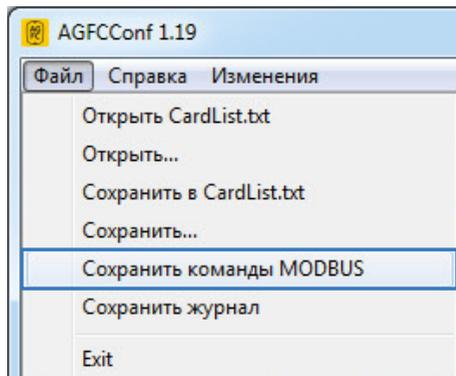

Рис.30. Сохранение команд Modbus.
- выбрать Главное меню – Меню «Файл» – Сохранить команды Modbus (Рис.30). После этого программа создаст файл ModbusCommands.txt в папке, в которой расположена программа, и запишет в этот файл команды для удаленной настройки контроллера, в том числе и команды для записи списка карт;
- выбрать Главное меню – Меню «Файл» – Сохранить команды Modbus (Рис.30). После этого программа создаст файл ModbusCommands.txt в папке, в которой расположена программа, и запишет в этот файл команды для удаленной настройки контроллера со значениями, установленными в программе;